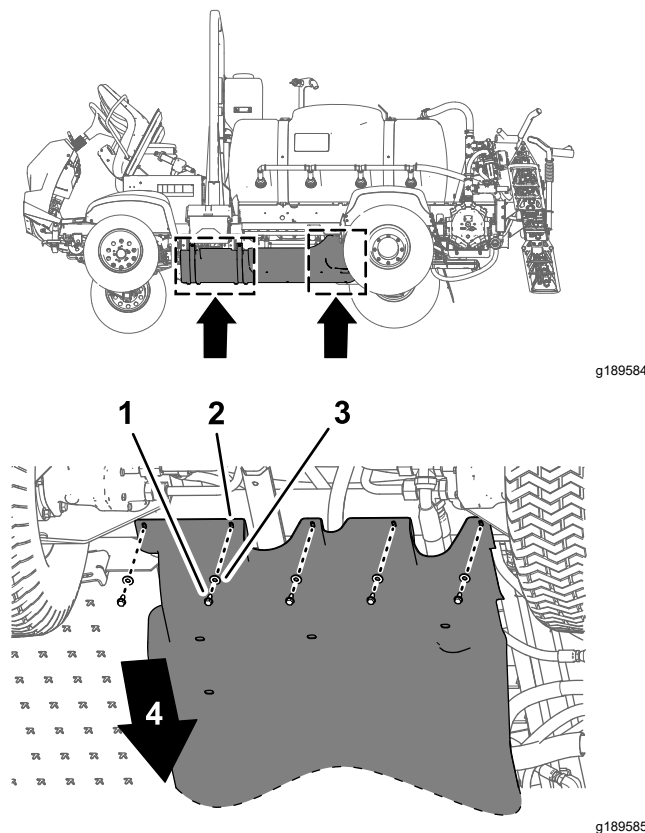
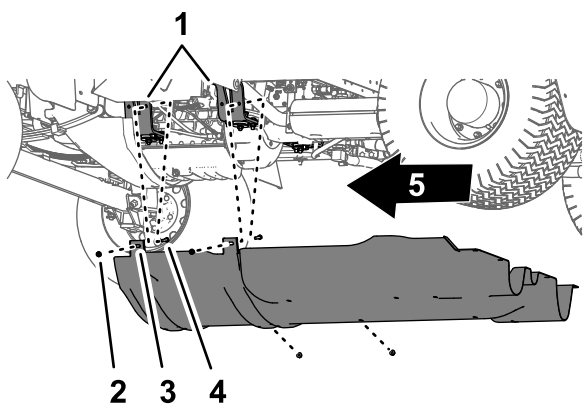

Figura 55
Figura 56
1. Retire los 5 pernos con arandela prensada (5/16" x 5/8") y las 7 arandelas (5/16") que sujetan la parte trasera del protector de bajos al chasis de la máquina (Figura 55).
2. Retire los 4 pernos con arandela prensada (5/16") de los pernos y del perno de cuello cuadrado que sujetan las pestañas de montaje del protector de bajos a los soportes de montaje del motor de la máquina (Figura 56).
- Retire el protector de bajos de la máquina (Figura 55 y Figura 56).
- Alinee el protector de bajos con el chasis de la máquina; consulte Figura 56, en Retirada del protector de bajos (página 54).
- Coloque las pestañas de montaje del protector de bajos sobre los pernos de los soportes de montaje del motor; consulte Figura 56, en Retirada del protector de bajos (página 54).
- Sujete el protector de bajos a los pernos de los soportes de montaje del motor (Figura 56) con las 4 contratuerca con arandela prensada (5/16") que retiró en el paso 2 de Retirada del protector de bajos (página 54).
- Alinee los orificios de la parte trasera del protector de bajos con los orificios del chasis; consulte Figura 55, en Retirada del protector de bajos (página 54).
- Sujete la parte trasera del protector de bajos al chasis (Figura 55) con los 5 pernos con arandela prensada (5/16" x 7/8") y las 5 arandelas (5/16") que retiró en el paso 1 de Retirada del protector de bajos (página 54).